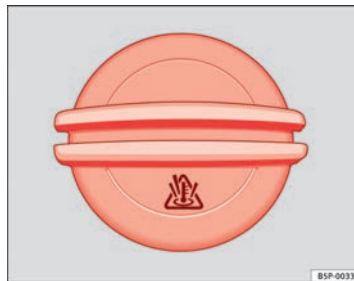

Fig. 175 Nel vano motore: Tappo del serbatoio di compensazione del liquido di raffreddamento.
- Il serbatoio di compensazione del liquido di raffreddamento si riconosce dal simbolo sul tappo ⇒ fig. 175.